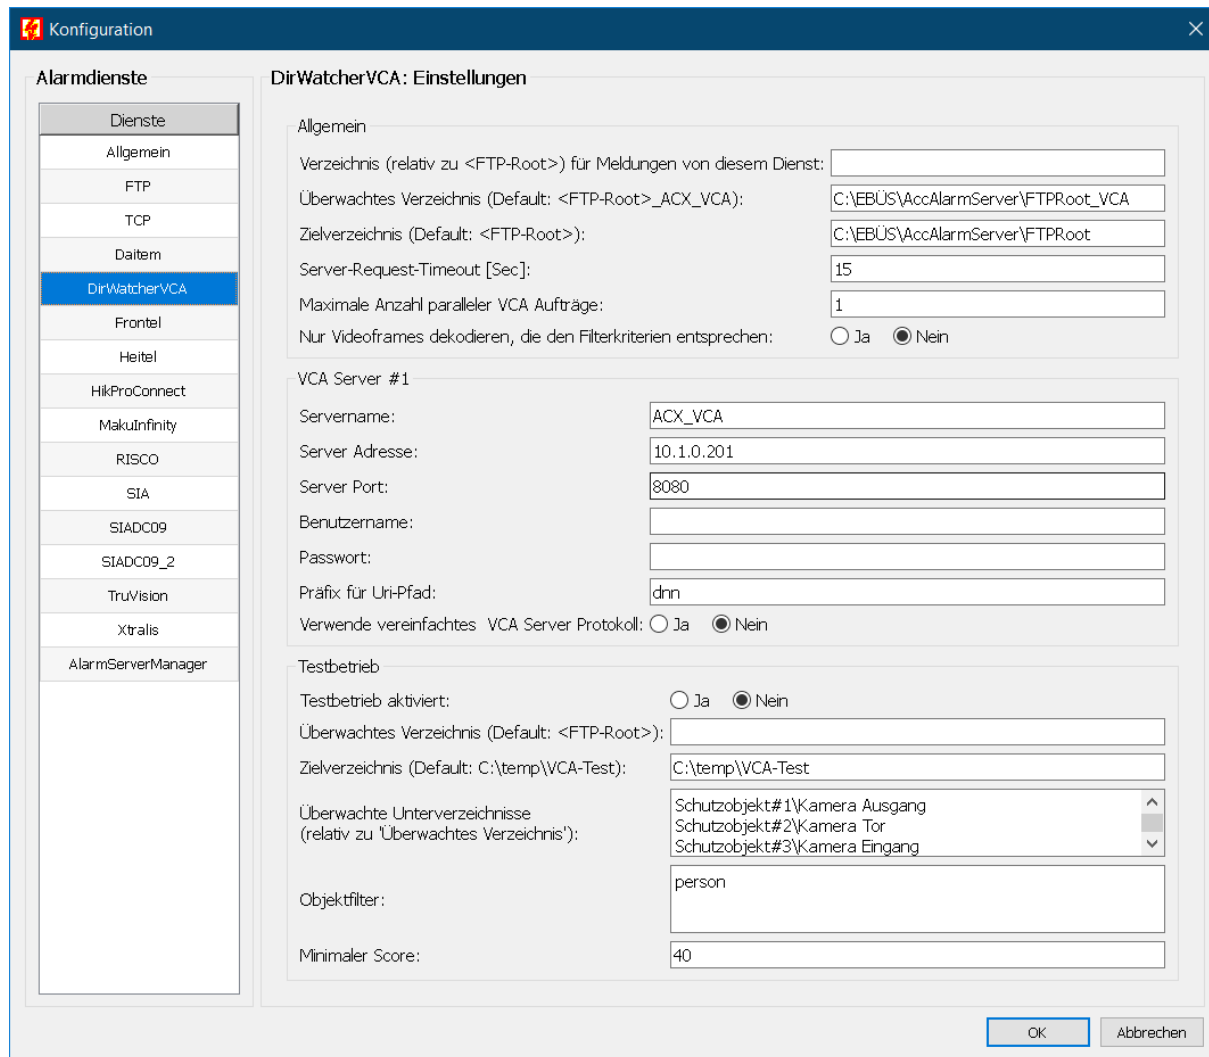

Abbildung 3: Konfigurationsänderung über die Anwendung *AlarmServerManagerUi*
Die meisten Konfigurationswerte können auch über die Anwendung `AlarmServerManagerUi` eingegeben werden (siehe Abbildung 3).
- in dem erscheinenden Dialog in der Liste der *Alarmdienste* den Eintrag *DirWatcherVCA* auswählen (siehe Abbildung 3),